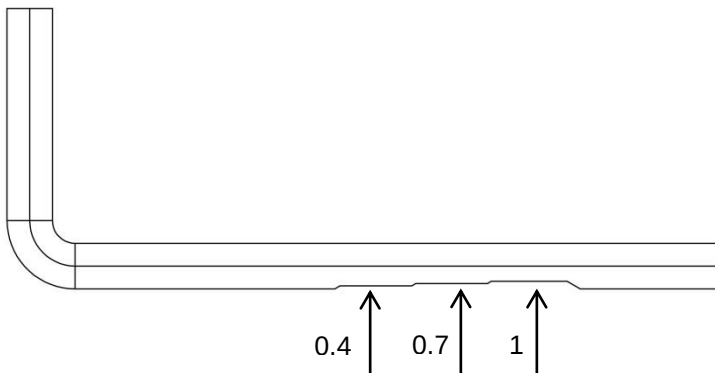

Bild 10: Insexnyckel med spår
- > Lossa knivskruvarna (**1** – bild 10) på fräshuvudet (**3** – bild 10) med en 6mm insexnyckel.
- > Byt ut rundknivarna (**2** – bild 10) eller vrid rundknivarna 180°.